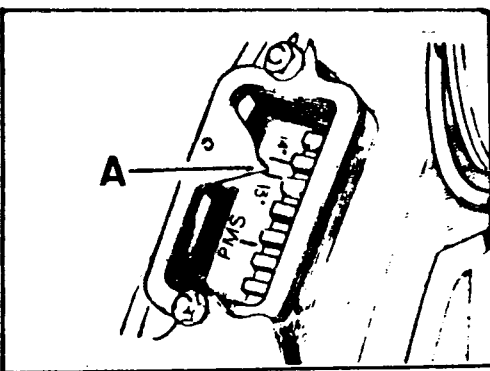

Fig. A1-54 Sincronización de grados de avance en el volante
- 2.4. Girar el cigueñal en su sentido normal de trabajo (hacia la derecha) hasta que el índice de referencia para puesta a punto, A (Fig. A1-54), quede alineado entre las marcas  $13^{\circ}$  y  $14^{\circ}$  del volante.
- 2.5. Con el volante en la posición indicada en la Fig. A1-54, se observará que las dos válvulas del cilindro n° 1, están completamente cerradas o lo que es igual, las válvulas del cilindro n° 4 en posición de cruce. De no estar las válvulas en estas circunstancias, habría que dar al cigueñal otra vuelta completa.